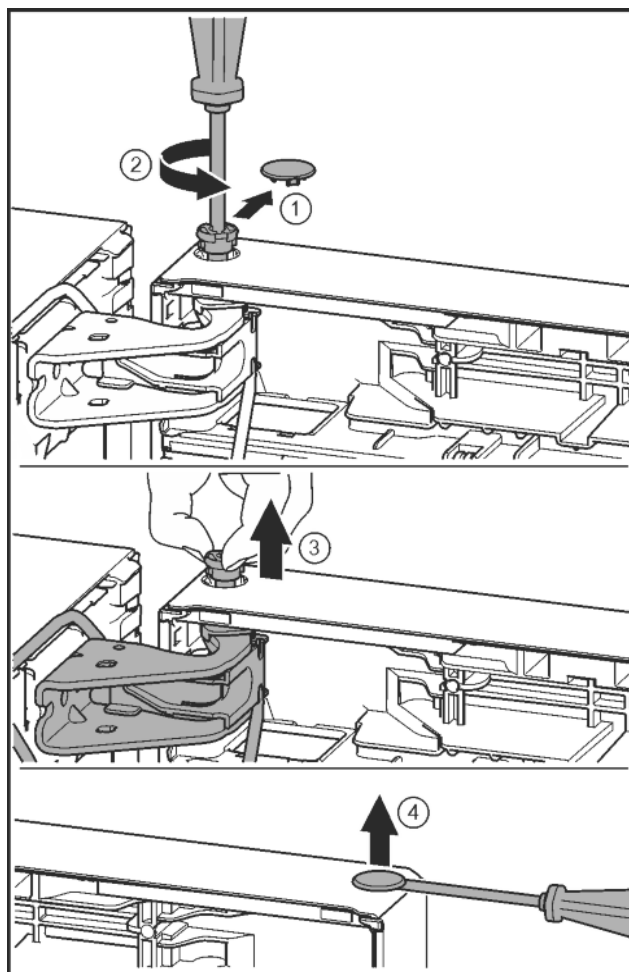

Fig. 20
- Осторожно снять предохранительную крышку. Fig. 20 (1)
- Немного выкрутить палец отверткой T15. Fig. 20 (2)
- Удерживать дверь и вытянуть палец рукой. Fig. 20 (3)
- Осторожно приподнять шлицевой отверткой заглушку из опорной втулки двери и вынуть. Fig. 20 (4)